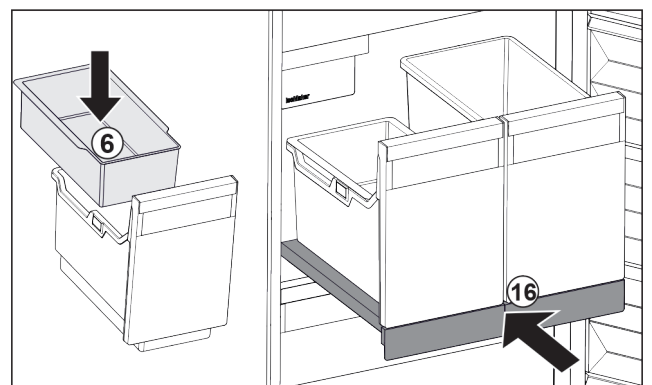

Fig. 111
- ▶ Introduceți tava suspendată Fig. 111 (6) pentru cuburi de gheață.
- ▶ Inșerați raftul extractibil cu recipientele (IceTower). Fig. 111 (16)